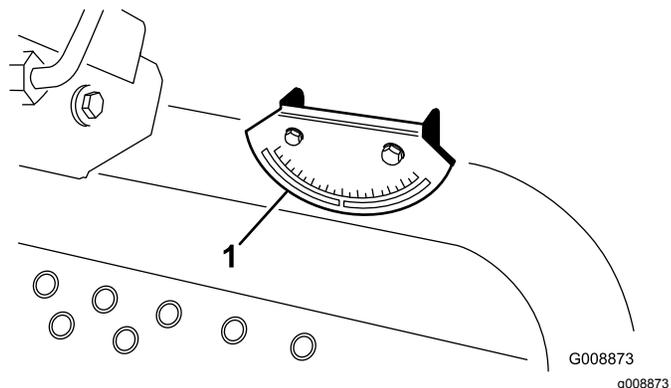

Рисунок 5
2. Убедитесь в том, что машина находится в горизонтальном положении, можно, установив ручной уклономер (поставляемый в комплекте с машиной) на поперечную балку рамы рядом с топливным баком (Рисунок 5). Уклономер должен показывать ноль градусов, если смотреть с рабочего места оператора.